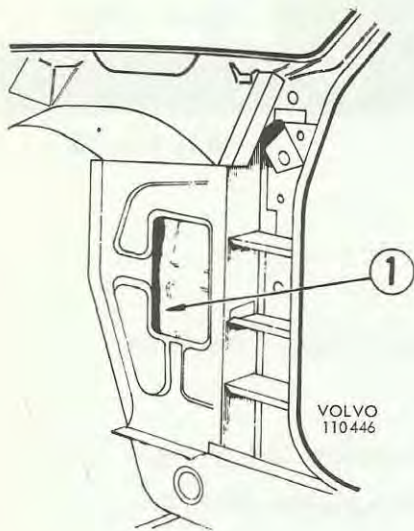

Bild 1
A-stolpens insida behandlas (se bild 1) speciellt noggrant vid bottensvällarens anslutning. Genom hål (betecknat pos 1) behandlas torpedsida, yttre och inre där munstycket föres uppåt mot vindrutestolpen samt ner till bottensvällaren. (Behandling enligt punkt 4 bör utföras samtidigt).